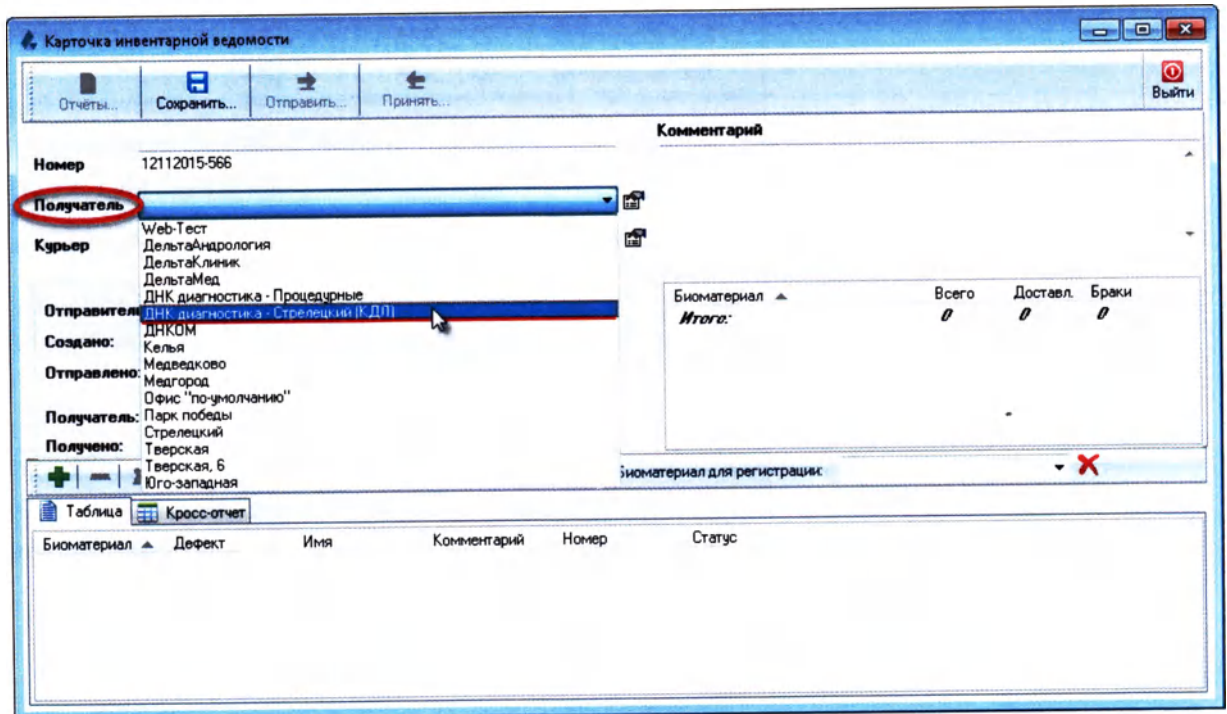

Рисунок 1.5
2. В открывшемся окне из выпадающего списка выберите получателя (Рисунок 1.5):